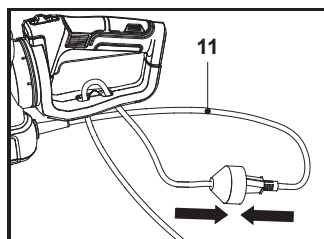

Fig. 4
3. Brancher le cordon d'alimentation (10) sur la prise de la rallonge (Fig. 4).